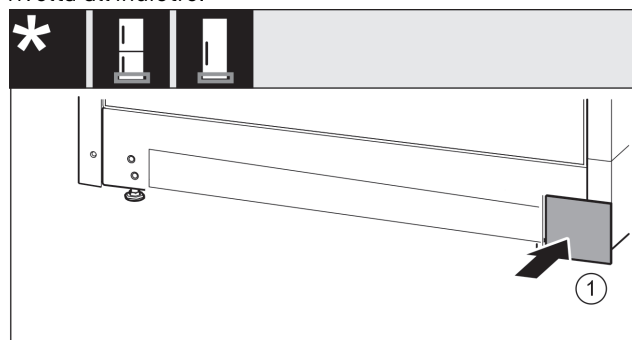

Fig. 21
- Riapplicare la copertura Fig. 21 (1) sull'altro lato.